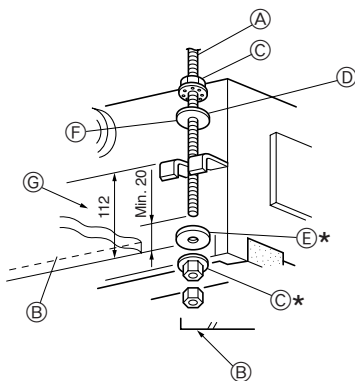

Fig. 2-7
- Unterlegscheiben ① ② (mitgeliefert) und die dazugehörigen Muttern (vor Ort zu beschaffen) zunächst auf die Aufhängungsschraubbolzen aufschrauben. (Fig. 2-7)
* Dies muß in nachstehender Reihenfolge geschehen (von oben): Mutter, Unterlegscheibe mit Isolierung ②, Unterlegscheibe ohne Isolierung ①, 2 Muttern.
* Unterlegscheibe mit Isolierung ② mit der isolierten Fläche nach unten zeigend, wie in der Abbildung dargestellt, in Stellung bringen.
- Die Anlage in die vorgesehene Stellung anheben und ordnungsgemäß mit den Aufhängungsschraubbolzen ausrichten. Die Klammer zwischen Unterlegscheiben ① ②, die bereits angebracht wurden, einsetzen und befestigen. Dies an allen vier Stellen vornehmen.